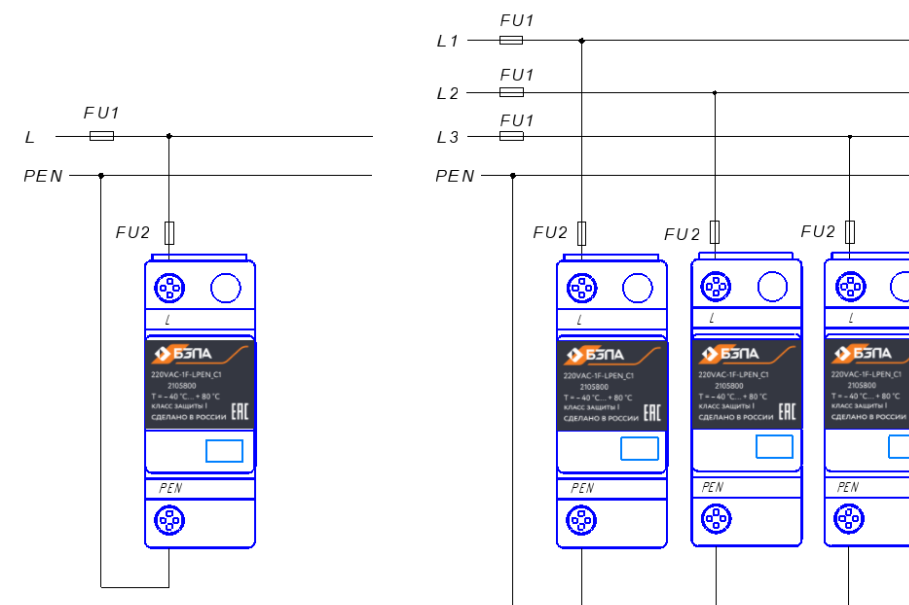
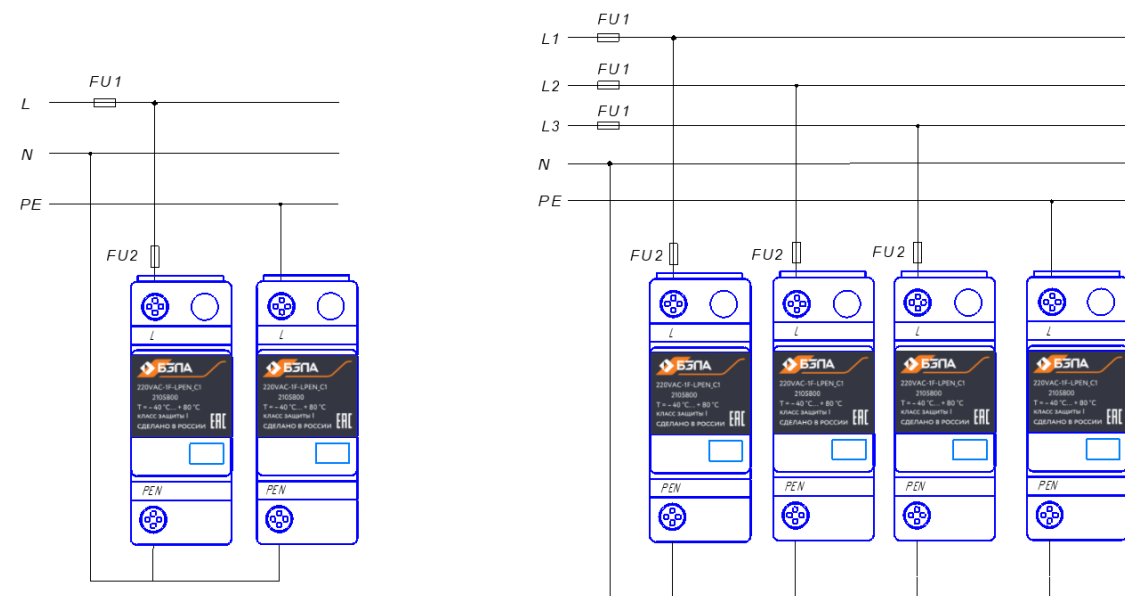

Рисунок 3 - Подключение УЗИП по схеме с системой заземления TN-C
Рисунок 4 – Подключение УЗИП по схеме с системой заземления TN-S
1.5.3 Подключение УЗИП по схеме с системой заземления TN-C показано на рис. 3, по схеме с системой заземления TN-S – на рис. 4. Защитные предохранители FU1 номиналом 500 А gG устанавливается на вводе в электроустановку. Дополнительные предохранители FU2 устанавливается перед УЗИП, если  $FU1 > 500$  А.